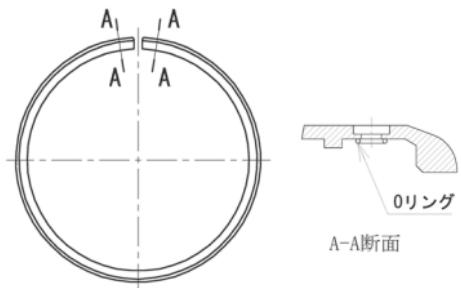

図74 切管用挿し口リングおよびタッピンねじ
- ① 切管用挿し口リング(図74(a))のねじ穴位置にOリング(2ヶ所)が付いていること、および異物の付着がないことを確認する。Oリングが外れている場合は、シアノアクリレート系接着剤で取り付ける。
- ② 十字穴付タッピンねじ(図74(b))にシールゴムがついていることを確認する。